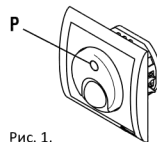

Рис. 1.
Выключатель с датчиком движения предназначен для автоматического включения света при обнаружении любого движения в зоне действия и автоматического выключения по истечении заданного времени. С помощью кнопки (P) (рис.1.) можно установить режим постоянного включения / выключения света
При кратком нажатии кнопки (P) (рис. 1.) выключатель с датчиком движения переключает рабочие режимы согласно следующей последовательности: AUTO-ON-OFF.
Режим ON (включение) — в этом режиме освещение включено постоянно. Режим сигнализируется медленным миганием светодиода (0.5 / 0.5 сек). В этом режиме можно настроить желаемый уровень освещения. Для этого необходимо нажать и удерживать кнопку (P) (рис. 1.). Изменение яркости происходит в пределе от минимума до максимума. Отрегулировать яркость можно в любом режиме работы, нажав и удерживая кнопку (P). По окончании настройки яркости датчик всегда находится в режиме ON. Заданный уровень освещения хранится в памяти устройства до тех пор, пока не будет отключено питание, после включения устройство переходит в режим TEST и уровень освещения устанавливается на максимум.